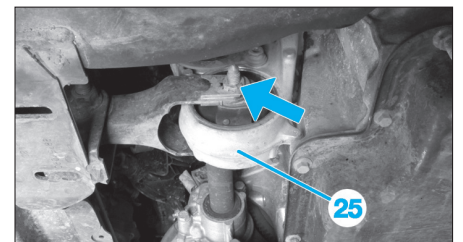

Fig. 89
- Déposer la biellette anticouple (25) inférieure (Fig.89).